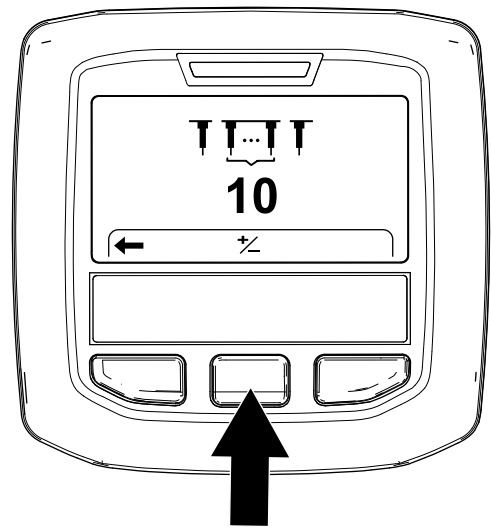

图 61
3. 按右侧 InfoCenter 信息中心按钮直至“设置打孔针数量”屏幕显示图 61。